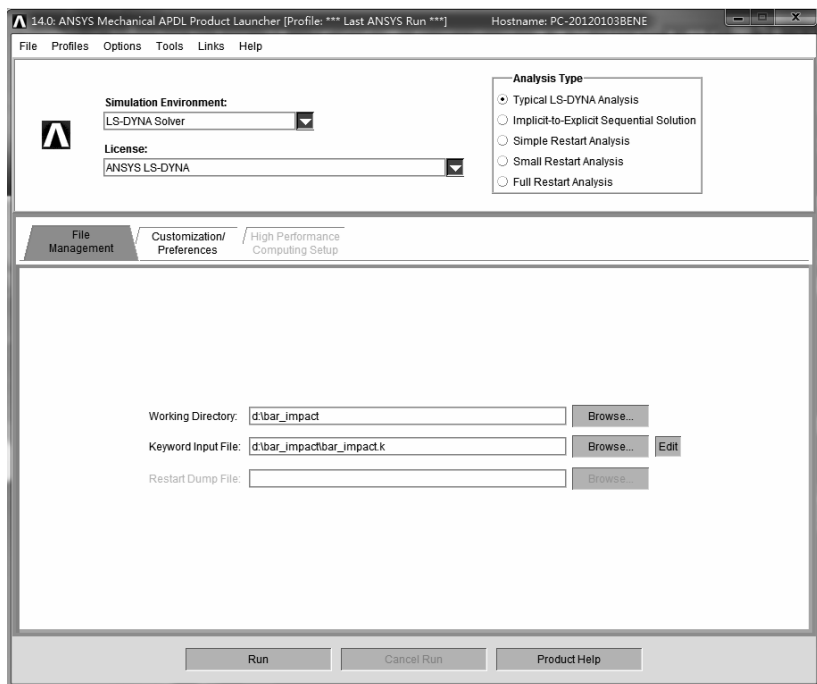

图 1-52 “14.0 Mechanical APDL ANSYS Product Launcher [Profile: *** La...”窗口
(1) 打开“14.0 Mechanical APDL ANSYS Product Launcher [Profile: *** La...”窗口（见图 1-52）。其实该窗口前面已经打开，只需单击桌面下方任务栏中该窗口的最小化图标，使该窗口显示出来。如果前面已将该窗口关闭，可以用“开始”菜单中的“ANSYS 14.0”文件夹下的“Mechanical APDL Product Launcher 14.0”图标打开（单击此图标）。